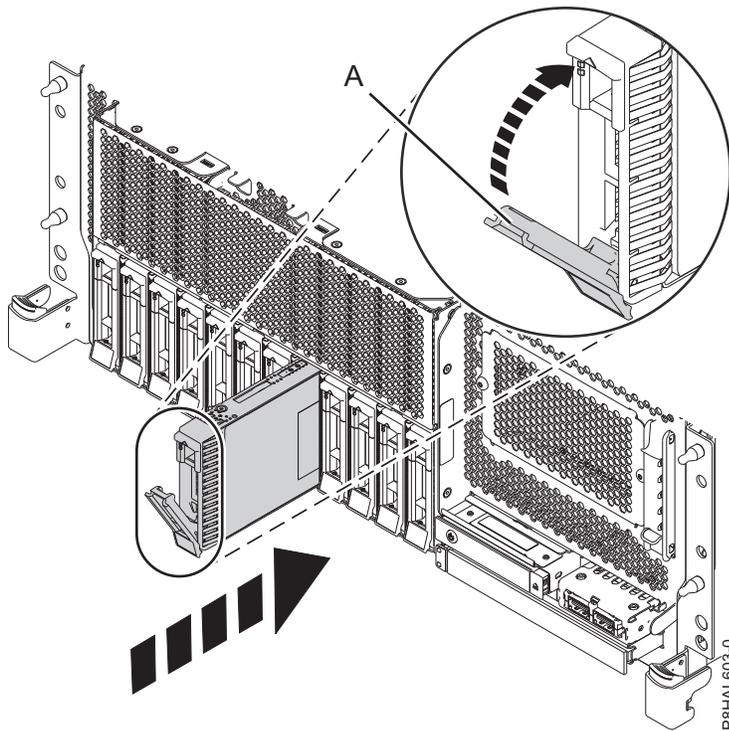

Abbildung 46. Plattenlaufwerk in einem Einschubsystem mit Basisfunktionen installieren
4. Entriegeln Sie den Griff (**A**) des Laufwerks, indem Sie ihn zusammendrücken und zu sich hin nach außen ziehen. Wird der Griff nicht ganz nach außen gezogen, lässt sich das Laufwerk nicht in das System einschieben. Siehe Abb. 46 auf Seite 53, Abb. 47 auf Seite 54, Abb. 48 auf Seite 55 und Abb. 49 auf Seite 56.
8. Wenn die Kennzeichnungs-LED blinkt, schieben Sie das Laufwerk ganz in den Steckplatz ein und drücken den Griff des Laufwerks (**A**) ein, bis er einrastet. Siehe Abb. 46, Abb. 47 auf Seite 54, Abb. 48 auf Seite 55 und Abb. 49 auf Seite 56.